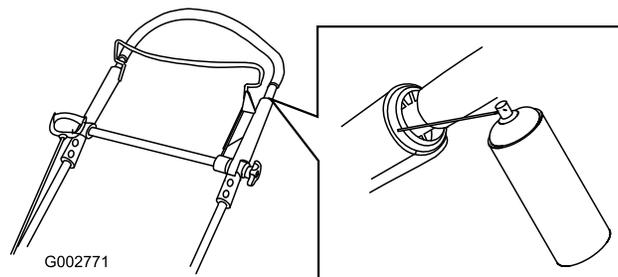

Рисунок 40
1. Распылите смазку на наружный пластмассовый конец внутренней части рукоятки (Рисунок 40).